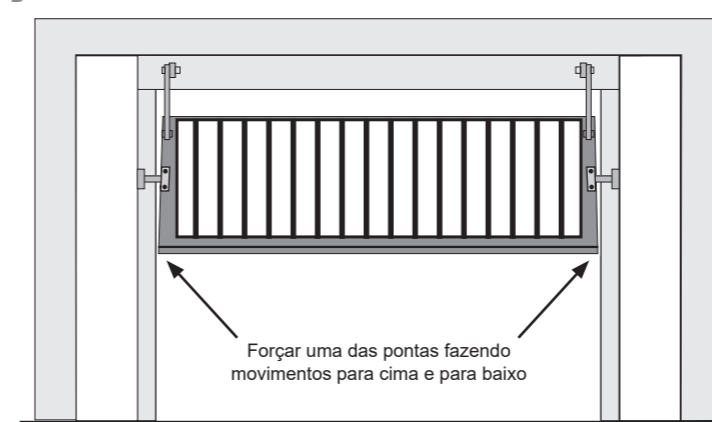
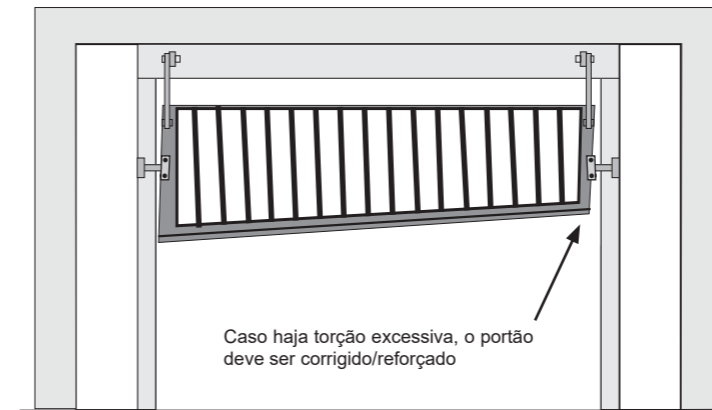

Fig. 01 - Verificando torção excessiva
Fig. 02 - Portão com torção excessiva
- Com a folha do portão no meio do percurso, force cada uma das pontas inferiores da folha do portão e verifique se há torção excessiva (Fig. 01), caso haja o problema, o portão deve ser corrigido/reforçado (Fig. 02);